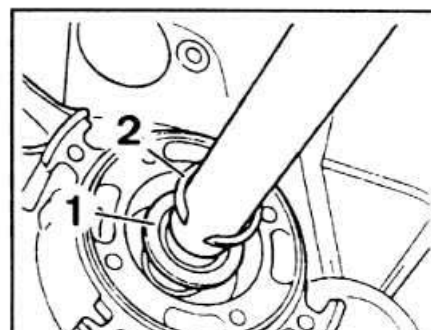

Рис. 6-16. Установка стопорного кольца первичного вала:
- Установить на первичный вал упорную шайбу и стопорное кольцо (рис. 6-16).